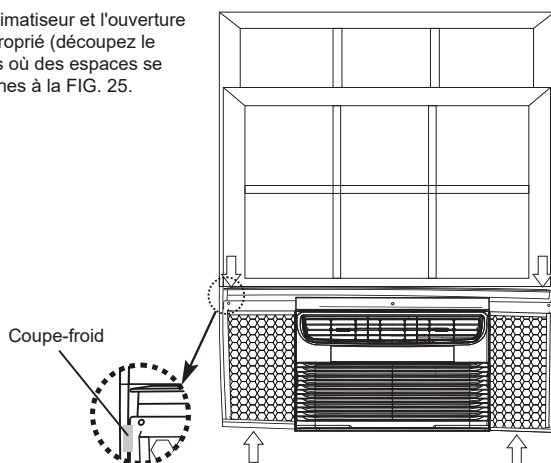

FIG. 25
- 11 Afin de minimiser les fuites d'air entre le climatiseur et l'ouverture de la fenêtre, apposez un coupe-froid approprié (découpez le coupe-froid à la dimension désirée) au cas où des espaces se trouvent aux endroits indiqués par les flèches à la FIG. 25.